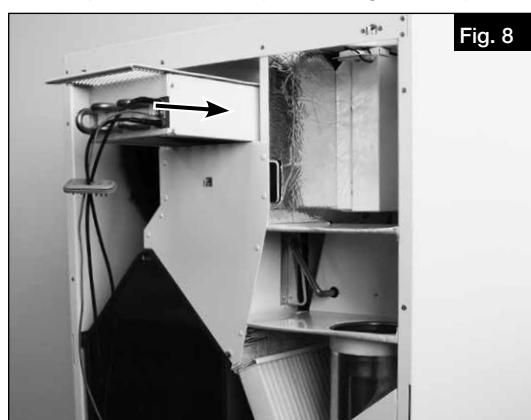

Fig. 8
5. Faire glisser le pré-chauffage dans la gaine extérieure avec la grille vers le haut (voir Fig. 8).